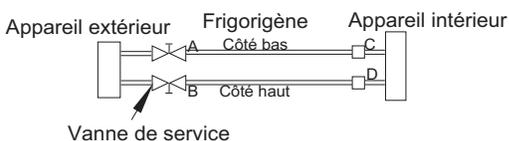

Fig. 19 – Vanne de service
1. Serrez complètement les écrous A, B, C, D, branchez le tuyau de la jauge du collecteur de charge sur un embout de charge sur le côté basse pression de la vanne de service. (Consultez la figure 19.)